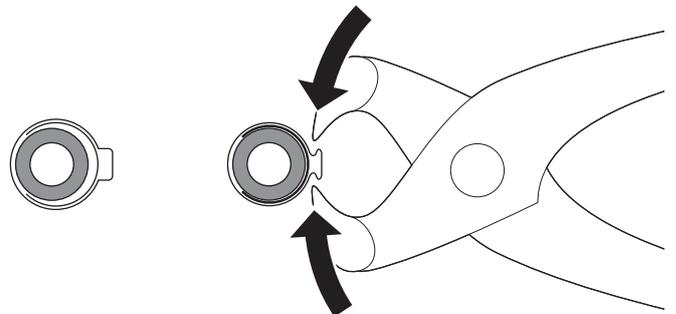

Figura 25
- ▶ Pressare le fascette a orecchio con l'apposita pinza (Figura 25).